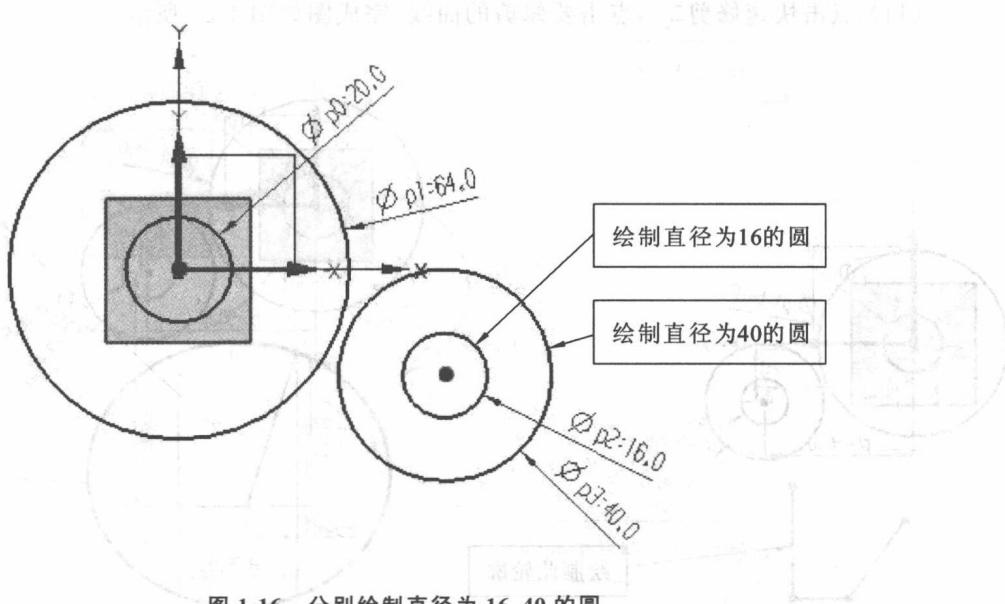

图 1-16 分别绘制直径为 16、40 的圆
(4) 同理, 绘制另两个任意尺寸的同心圆, 点击【快速尺寸】, 依次点击两个圆, 分别输入直径数据 16、40, 如图 1-16 所示。
(5) 点击【快速尺寸】 , 约束两组同心圆圆心 X 方向距离为 50, Y 方向距离为 20, 如图